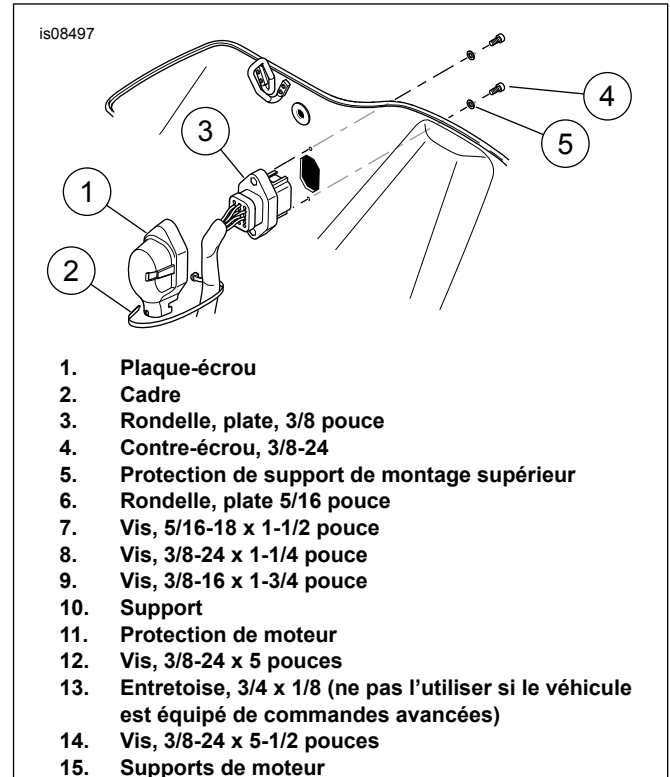
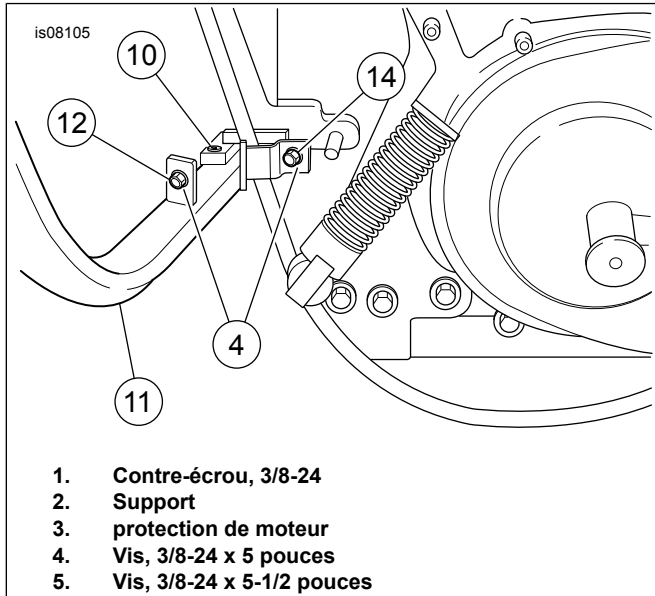

Figure 1. Démontage/installation (modèles à alternateur)
Figure 2. Positions de la visserie – modèles de fin 1984 et plus récents
1. Voir Figure 1. À partir du dessous de la colonne de direction, retirer les vis (7, 8 ou 9) et la rondelle plate (6). Jeter les vis et la rondelle d'origine.
3. Voir Figure 1 et Figure 2. Placer la rondelle (3) sur la vis de 5-1/2 po de long (14). Introduire la vis (14) à travers une monture de moteur, à travers l'entretoise (13) (à moins que la protection de moteur soit installée sur un véhicule équipé de commandes avancées, dans quel cas NE PAS UTILISER L'ENTRETOISE), à travers l'extrémité déportée du support (10), et (avec le grand déport vers le côté béquille du véhicule) à travers l'autre monture de moteur. Placer la rondelle fournie dans le kit (3) à l'extrémité de la vis (14) et fixer avec le contre-écrou (4). S'assurer que le support ne pince pas le câblage. Sur les modèles de 1986 et plus récents, s'assurer que le support ne touche pas le pressostat d'huile.
- Voir Figure 1. Positionner le support de montage supérieur de la protection de moteur (11) sous la colonne de direction.